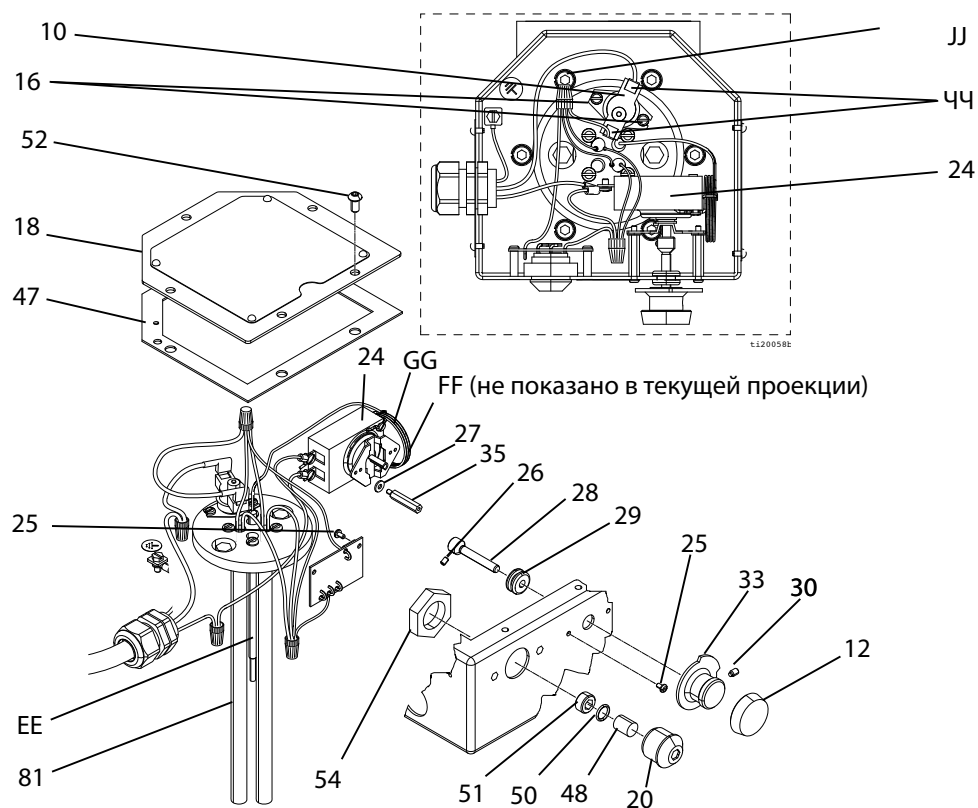
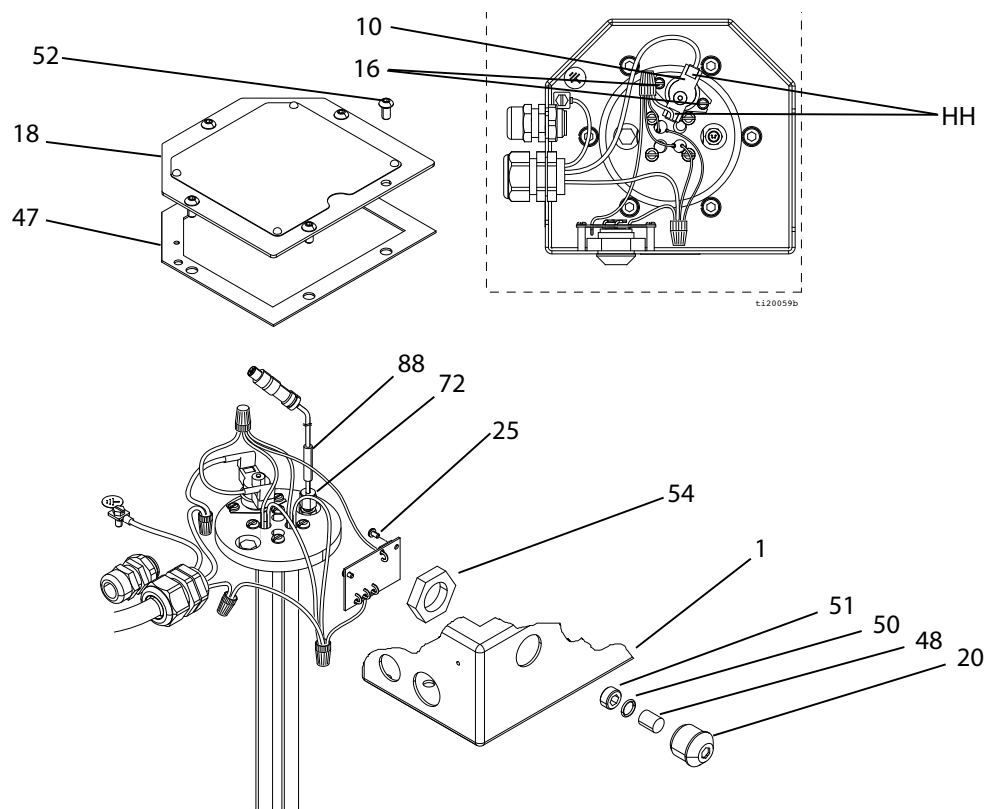

Рис. 11: Ремонт термостата
Рис. 12: Сопротивление датчика RTD
(Для модели с термостатом см. Рис. 11 на стр. 21)
- Подключения проводки см. на Рис. 11 или Рис. 12 на стр. 21.
- Только модели 262853 и 24W612: Убедитесь в том, что сердечник (68) установлен ровно по отношению к штифту заглушки (82) в корпусе (67).
- Убедитесь в том, что прокладка (47) установлена и совмещена с винтовыми отверстиями электрического блока.
- Закрепите крышку (18) винтами (52). Затяните винты с усилием 10 Н•м (85–90 дюймов на фунт).